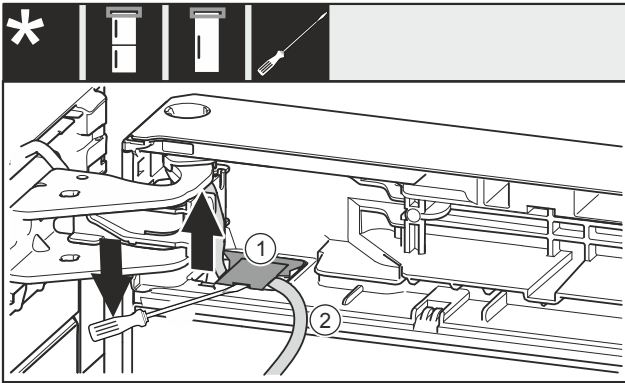

Fig. 16
- ▶ Mit Schlitzschraubendreher die Abdeckung Fig. 16 (1) anheben und herausziehen.
- ▶ Kabel Fig. 16 (2) herausziehen.